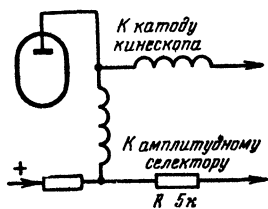

Рис. 32. Схема, показывающая место подключения управляющей сетки лампы амплитудного селектора к анодной цепи лампы видеусилителя.
**Л.** — Потому что в большинстве современных телевизоров синхронизирующий сигнал берут из анодной цепи лампы видеоусилителя (рис. 32). Неисправность этого усилителя, о котором можно, естественно, судить по качеству изображения, может существенно повлиять на устойчивость синхронизации.